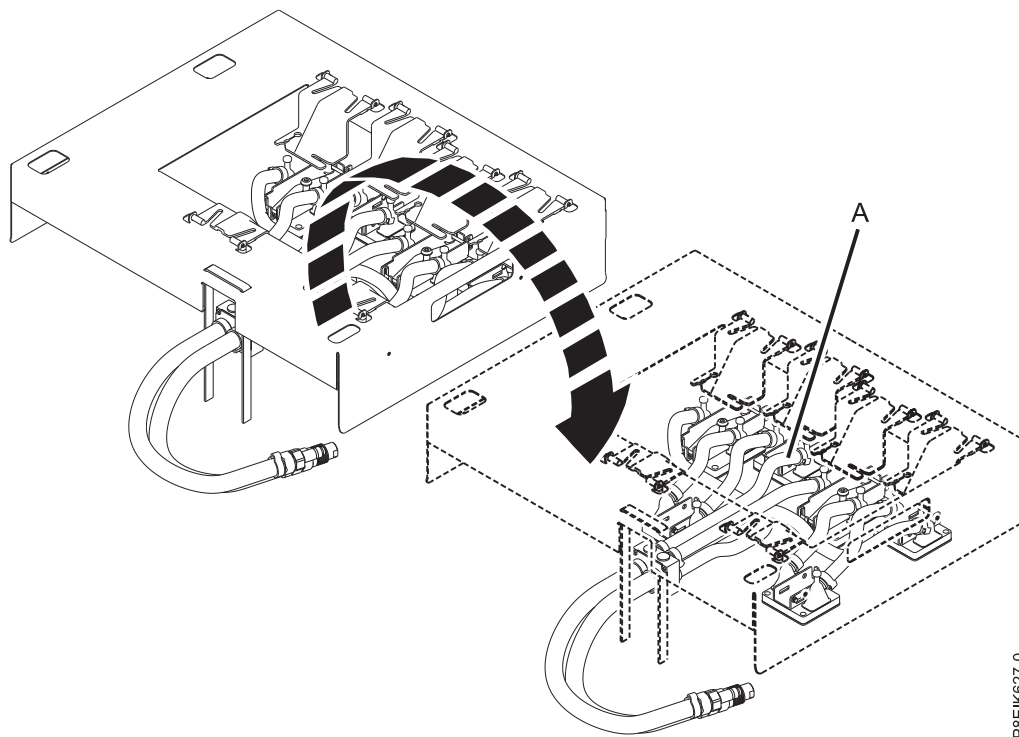

Figure 27. Transfert du support d'installation des plaques froides sur l'ensemble plaques froides de rechange
4. Soulevez le support d'installation des plaques froides afin de le séparer de l'ensemble plaques froides défectueux et placez-le sur l'ensemble plaques froides de rechange (voir figure 27).